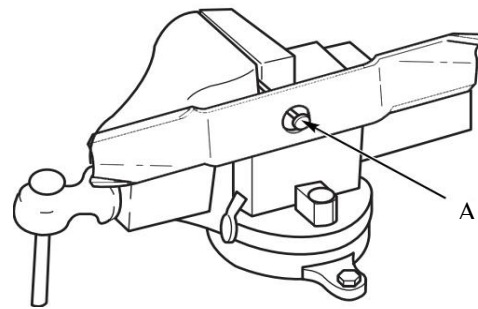

Fig. 14
- Nettoyez la lame de la tondeuse pour enlever toute herbe séchée ou autres. Reportez-vous à la Fig. 14. Placez la lame de la tondeuse sur un clou (A) dans un étau et tournez la lame de la tondeuse en position horizontale.